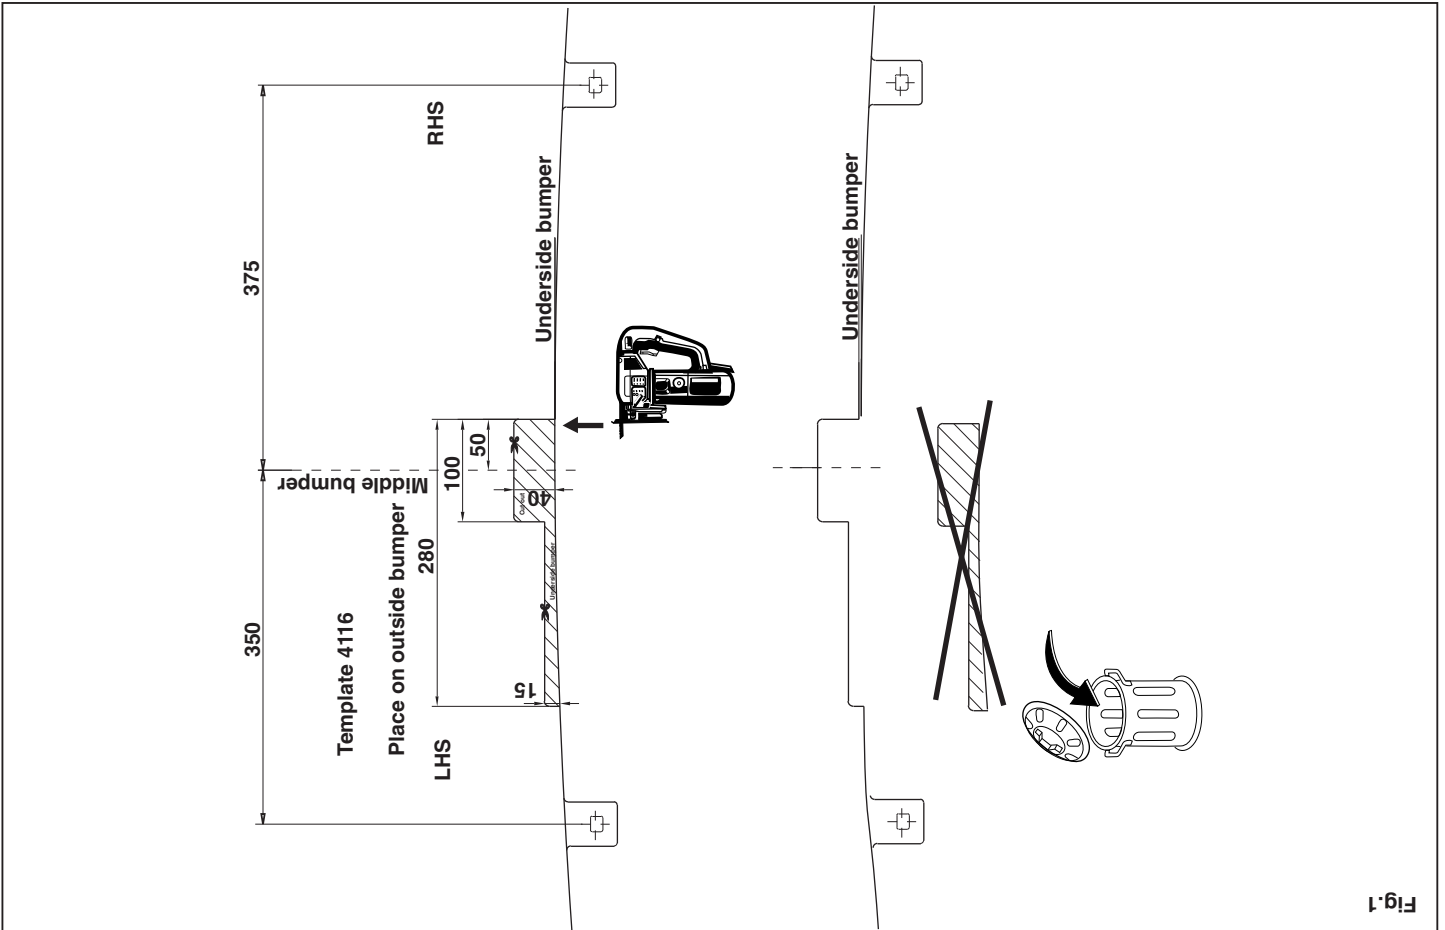

Fig.1
- Auf der Unterseite der Stoßstange einen Teil aus der Mitte gemäß Abbildung 1 herausschneiden.
- Sav en del ud af kofangeren midt på undersiden jf. fig. 1.